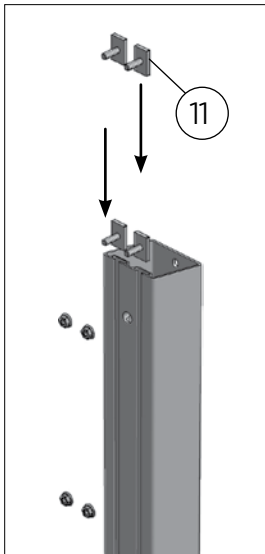

Abb. C2-4
- ▶ Hammerkopfschrauben M8x25 (4 Stck./Stütze) in die Köpfe der Stützprofile einschieben (s.Abb. C2-4 und C2-5).